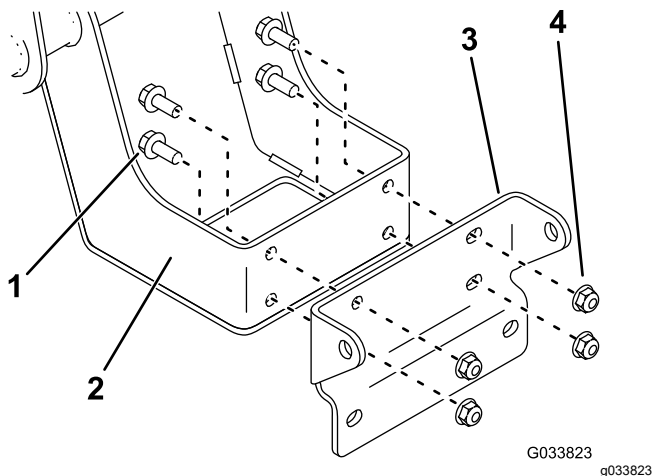

図 7
5. **図 7**に示すように、ボルト (5/16 x 3/4") 4本とナット (5/16") 4個を使って、ブラシガードブラケットをブラシガードに取り付ける。